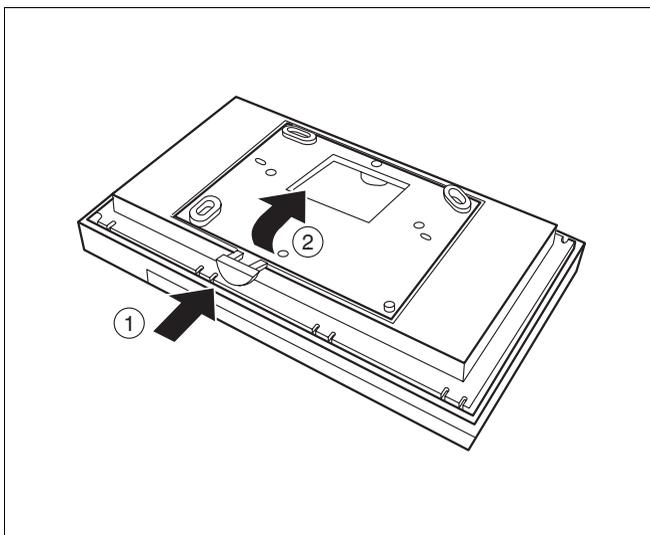

Abb. 2 Bedieneinheit von der Montageplatte abnehmen
- Entriegelungstaste an der Unterseite der Montageplatte drücken (Abb. 2, **Pos. 1**).
- Montageplatte in Pfeilrichtung entnehmen (Abb. 2, **Pos. 2**).